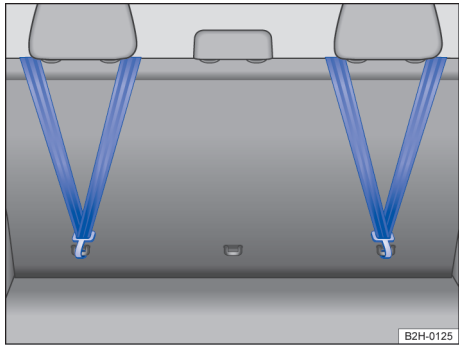

Fig. 44 Na parte traseira do encosto do banco traseiro: cinto de fixação superior preso.
- Prender o cinto de fixação superior no respectivo olhal de retenção → Fig. 44.